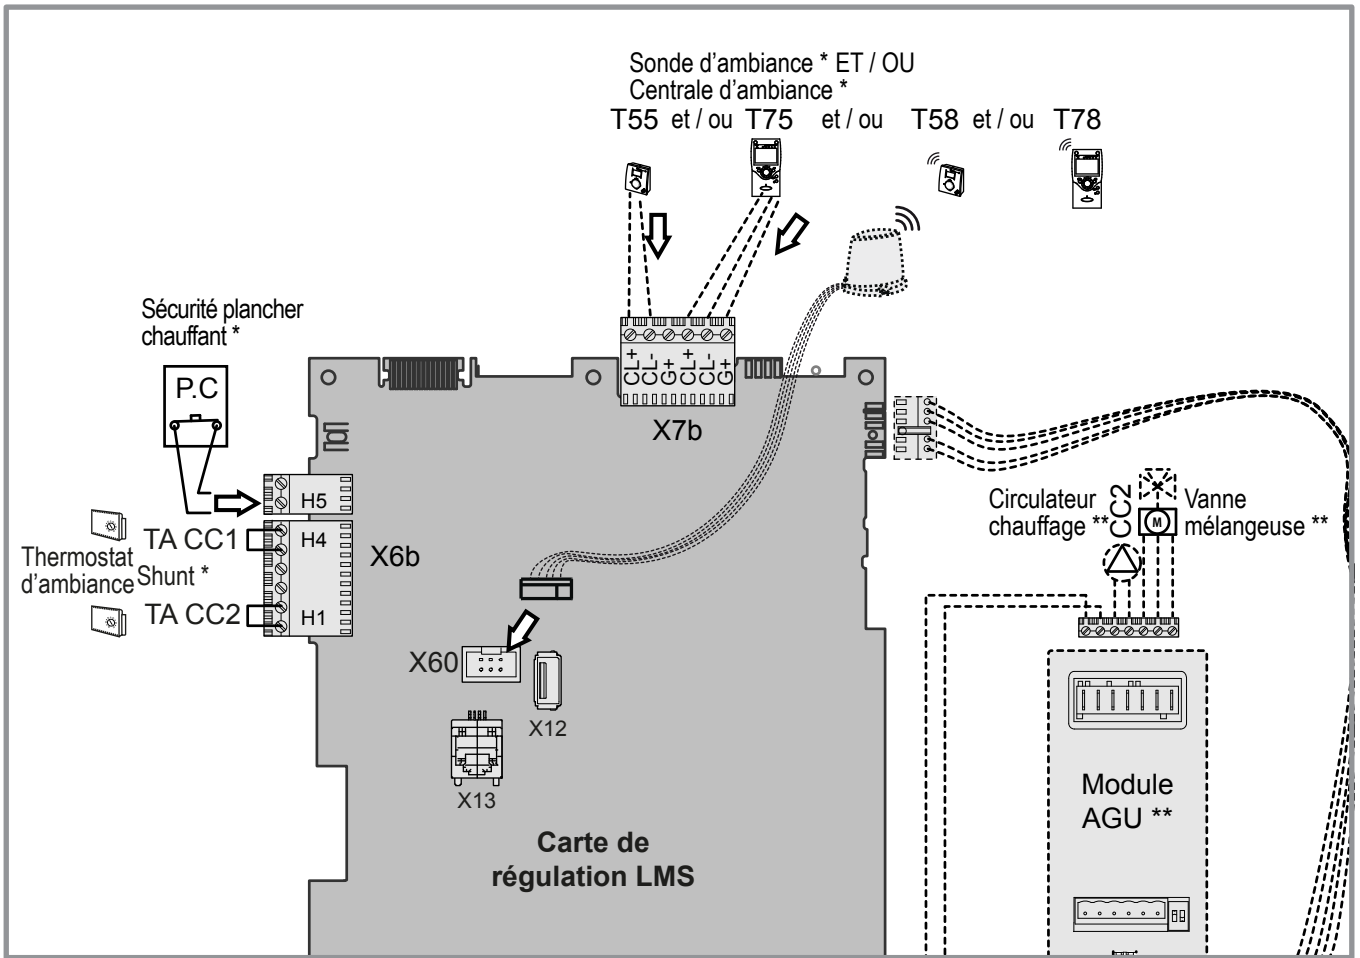

figure 25 - Raccordements sur la carte de régulation (accessoires et options)
• Installation équipée d'une ou deux sondes d'ambiance (T55) : Raccorder chacune des sondes sur l'une des bornes CL+ et CL- de la carte de régulation de la chaudière à l'aide du connecteur fourni (*figure 25*, page 23).